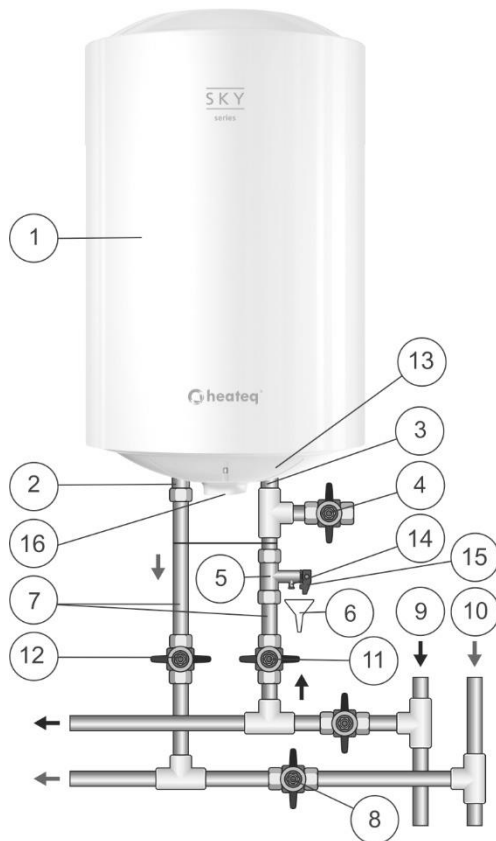

Fig. 1. Schema del collegamento idraulico dello scaldacqua
Il corpo esterno dello scaldacqua è realizzato del materiale acciaio. Il serbatoio interno ha il rivestimento speciale in biovetroporcellana che protegge a modo sicuro la superficie interna della corrosione elettrochimica. Lo spazio tra il corpo esterno ed il serbatoio interno è riempito con poliuretano schiumato che presente un'isolamento termico moderno ed ecologico con le ottime caratteristiche d'isolamento termico. I modelli Sky sono dotati dei due raccordi filettati: per l'entrata dell'acqua fredda (Fig. 1, pos. 3) con l'anello di colore blu e per l'uscita dell'acqua calda (Fig. 1, pos. 2) – con l'anello di colore rosso. Sul lato inferiore dello scaldacqua di tutti i modelli è posizionato una manopola di comando (Fig. 1, pos. 16).
La valvola di sicurezza (Fig. 1, pos. 5) fa la funzione della valvola di ritegno che impedisce il ritorno dell'acqua dallo scaldacqua alla tubazione in caso del calo di pressione nella tubazione stessa ed anche in caso di salita di pressione in serbatoio durante il riscaldamento forte dell'acqua ed anche fa la funzione della valvola di protezione che evita sovrappressioni al serbatoio durante il riscaldamento forte dell'acqua. Durante il funzionamento dello scaldacqua l'acqua può gocciolare dall'attacco di scarico della valvola di sicurezza per lo scarico della pressione eccessiva che provvede la sicurezza dello scaldacqua. Questo attacco di scarico deve essere lasciato aperto all'atmosfera e deve essere previsto in pendenza continua verso il basso.
E indispensabile assicurare lo scarico d'acqua dall'attacco di scarico della valvola di sicurezza (Fig. 1, pos. 14) alla canalizzazione mediante l'apposito scarico (Fig. 1, pos. 6) previsto durante il montaggio.
È indispensabile provvedere regolarmente (minimo una volta al mese) allo scarico di una porzione piccola dell'acqua dall'attacco di scarico della valvola di sicurezza alla canalizzazione per lo scopo di pulizia del calcare e controllo di funzionalità della valvola di sicurezza. Una leva (Fig. 1, pos. 15) serve per aprire la valvola di sicurezza. Occorre assicurare che durante il funzionamento dello scaldacqua la leva suindicata sia in posizione che chiuda lo scarico dell'acqua dal serbatoio.
Montare la valvola di sicurezza (Fig. 1, pos. 5) all'entrata dell'acqua fredda (Fig. 1, pos. 3), un raccordo con anello di colore blu, a 3,5-4 giri assicurando la tenuta idraulica del collegamento con qualsiasi materiale di guarnizione (lino, nastro Teflon, etc.).
Il collegamento idraulico si effettua secondo le indicazioni riportate sulla Fig. 1 esclusivamente a mezzo dei tubi di rame, tubi multistrato di tipo «M-pipes» (costituite da strati polimerici e metallici) o di plastica oppure dei raccordi flessibili idraulici. È vietato l'utilizzo dei raccordi flessibili idraulici già usati. Si consiglia di alimentare lo scaldacqua con l'uso di filtro defangatore montato sulla tubazione di acqua fredda (non in dotazione).
Fig. 1: 1 – Scaldacqua, 2 – raccordo per l’uscita dell’acqua calda, 3 – raccordo per l’entrata dell’acqua fredda, 4 – rubinetto di scarico (non in dotazione), 5 – valvola di sicurezza, 6 – scarico alla canalizzazione (non in dotazione), 7 – tubi di alimentazione, 8 – chiudere il rubinetto quando lo scaldacqua è in uso, 9 – tubo di acqua fredda, 10 – tubo di acqua calda, 11 – rubinetto dell’alimentazione di acqua fredda, 12 – rubinetto dell’uscita di acqua calda, 13 – calotta di protezione, 14 – attacco di scarico della valvola di sicurezza, 16 – manopola di controllo.
Dopo che il collegamento idraulico sia effettuato assicurare che il rubinetto di intercettazione di acqua fredda dello scaldacqua sia aperto e che rubinetto di intercettazione di acqua calda dello scaldacqua (Fig. 1, pos. 8) sia chiuso. Aprire il rubinetto dell’alimentazione dello scaldacqua con l’acqua fredda (Fig. 1, pos. 11), il rubinetto dell’uscita di acqua calda dallo scaldacqua (Fig. 1, pos. 12) ed il rubinetto dell’acqua calda sul miscelatore per consentire l’uscita dell’aria interna dallo scaldacqua. Al riempimento completo dello scaldacqua si verificherà un flusso costante dal miscelatore. Chiudere il rubinetto dell’acqua calda sul miscelatore. Nel caso di collegamento dello
NB: per facilitare la manutenzione dello scaldacqua durante il suo uso si consiglia d'installare il rubinetto di scarico (Fig. 1, pos. 4) in conformità alle indicazioni fornite sulla Fig. 1 (per i modelli non dotati del raccordo di scarico (non è in dotazione)).
Lo scaldacqua viene acceso/spento ruotando la linea dell'indicatore sulla manopola di controllo situata sul coperchio di protezione dello scaldabagno (Fig. 1, pos. 16) sulla zona "OFF". La temperatura dell'acqua nel serbatoio interno viene regolata tramite la manopola di comando (Fig. 1, pos. 16) nel range di valori da "OFF" (valori minimi) a "HIGH" (valori massimi). La spia di controllo mostra la modalità di funzionamento dell'EWB: si accende quando l'acqua viene riscaldata e si spegne quando viene raggiunta la temperatura impostata.